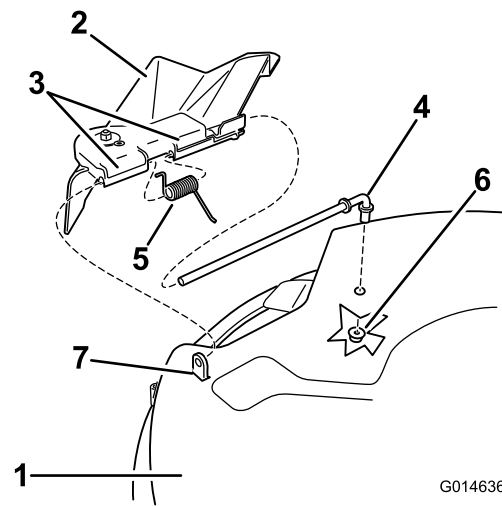

Figura 58
1. Localice los elementos mostrados en la Figura 58.
2. Retire la tuerca (3/8") de la varilla (debajo del cortacésped) (Figura 58).
3. Retire la varilla del espaciador corto, del muelle y del deflector de hierba (Figura 58).
5. Vuelva a colocar el deflector de hierba (Figura 58).
7. Coloque el muelle sobre la varilla, con los extremos de los alambres hacia abajo, y entre los soportes del deflector de hierba. Deslice la varilla por el segundo soporte del deflector de hierba (Figura 58).
9. Sujete el extremo trasero de la varilla al cortacésped con una tuerca (3/8"), según se muestra en Figura 58.